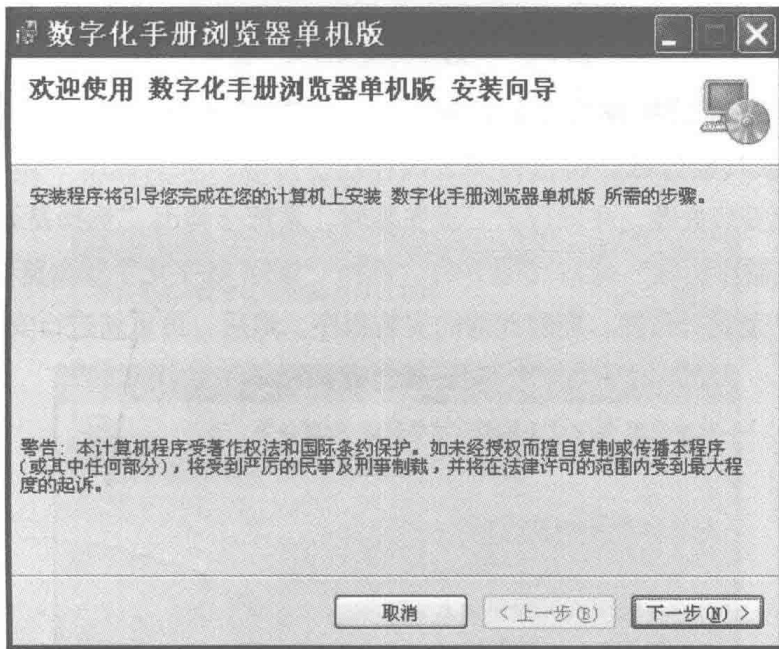

图 1-4 “数字化手册浏览器单机版”安装向导
4) 安装完成后进入如图 1-4 所示的“数字化手册浏览器单机版”安装向导。在用户阅读警告内容并表示同意后，单击“下一步”按钮。